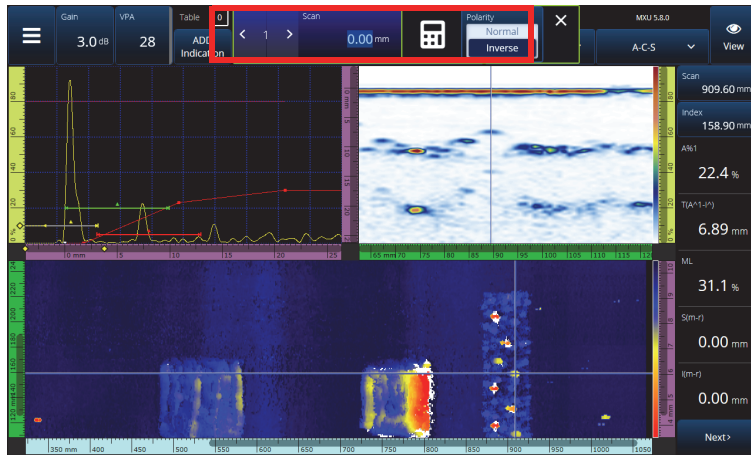

图 2-59 通过用数字键盘输入数字的方式跳转到特定的位置
- 按下 **Scan**（扫查）或 **Index**（步进）控制。出现一个菜单，在此您可以使用数字键盘输入一个新数值，或反转编码器的极性（参见第 103 页的图 2-59）。